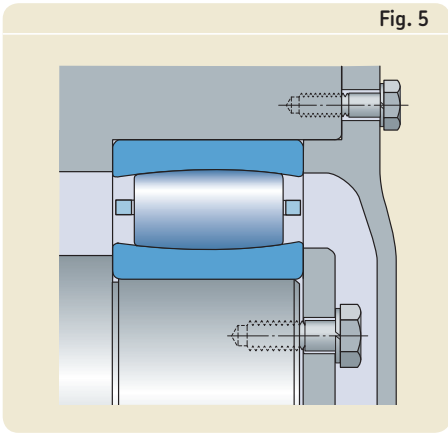

Fig. 5
- en ändbricka fastskruvad på axeländan (→ **fig. 5**).